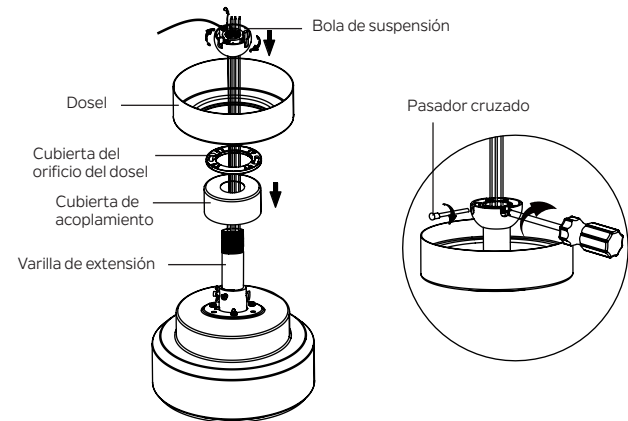

Figura 9
Paso 5. Deslice la cubierta del acoplamiento, la cubierta del orificio del dosel y el dosel sobre la varilla de extensión. Vuelva a instalar con cuidado la bola de suspensión en la varilla. Asegúrese de que el pasador transversal esté en la posición correcta y que el tornillo de fijación esté apretado y que los cables no estén torcidos. (Figura 9)